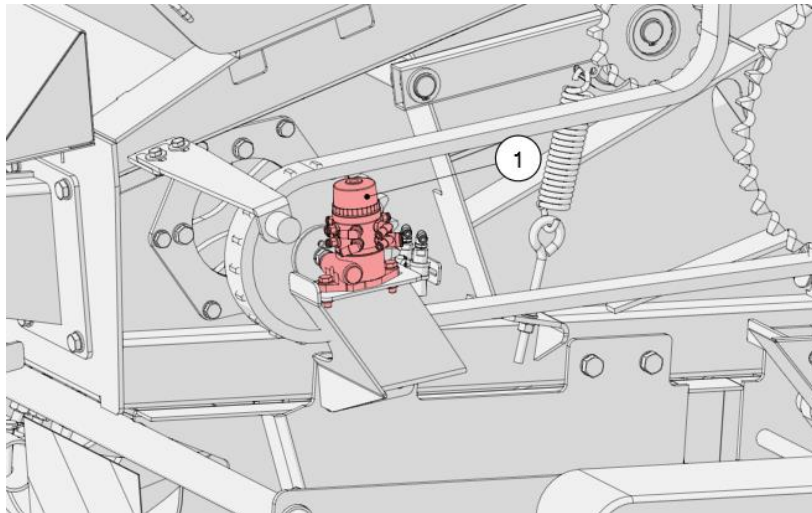

Рисунок 29. Насос автоматической смазки цепей
- Отсоедините все провода от насоса (1) (Рис. 29);
- Подставьте емкость для масла под насос (1);